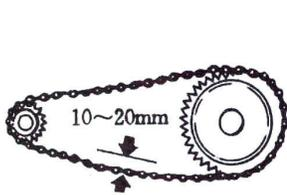

Fig. 1
2. Ajuste la cadena verticalmente entre ambas ruedas, la amplitud máxima de movimiento de la cadena ronda entre 10-20mm. (Fig 1.)